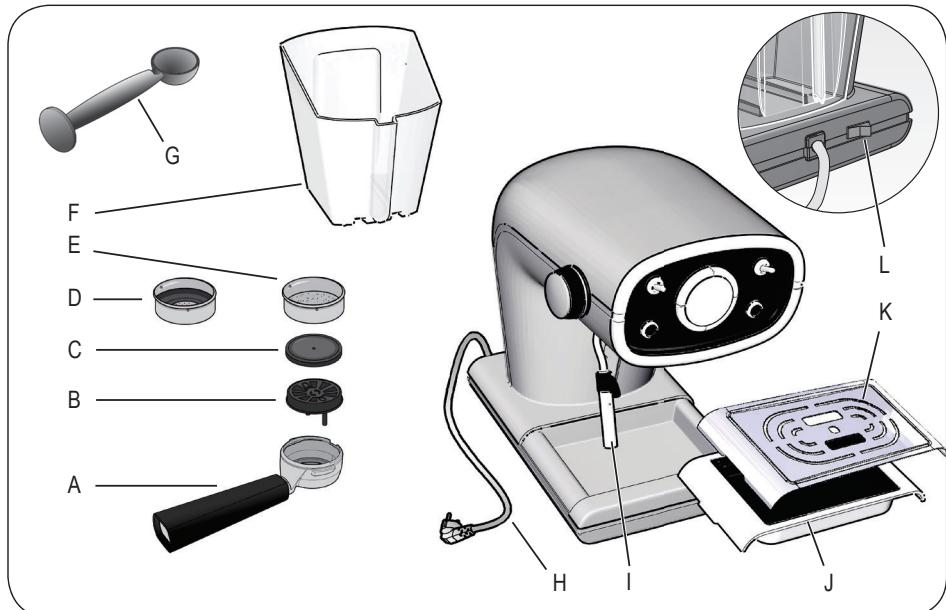

Fig. 1
Dopo aver riempito il serbatoio con acqua naturale fresca, inserire la spina nella presa di corrente elettrica, che deve essere dotata di messa a terra. Mettere in funzione la macchina premendo il pulsante (L) (Fig. 1). Si accenderà la spia (R), ad indicare che la macchina è accesa.